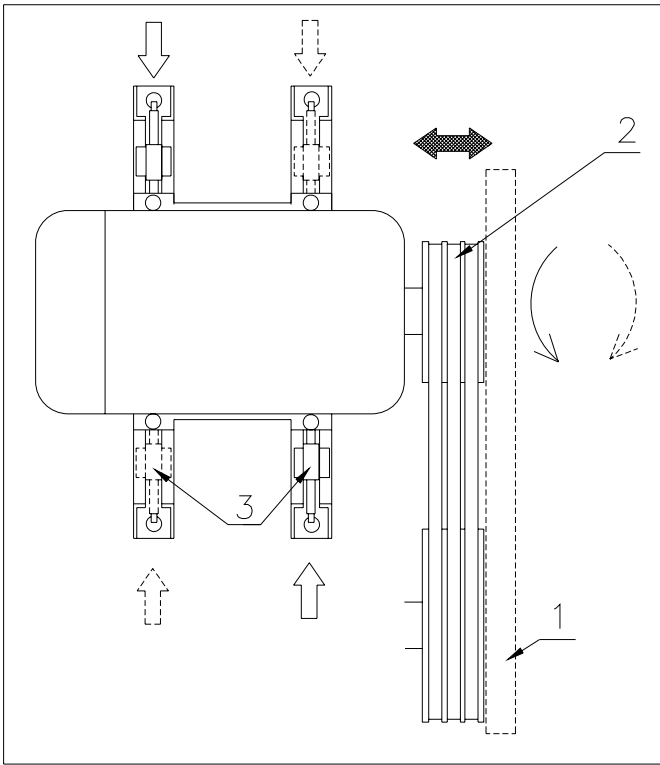

Fig. 7.8
(Voir fig. 7.8).
Lorsque l'arbre de moteur n'est pas parallèle à l'arbre de la pompe, le moteur peut être tourné comme indiqué en fig. 7.8. Desserrez les boulons de fixation du moteur et utiliser les tendeurs (3) pour faire tourner le moteur.